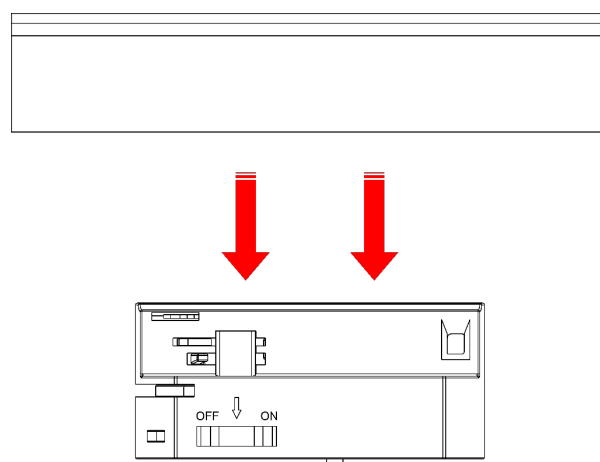

Fig. 13
- 05) Retirez l'**adaptateur de rail (01)** du rail (voir fig. 13).